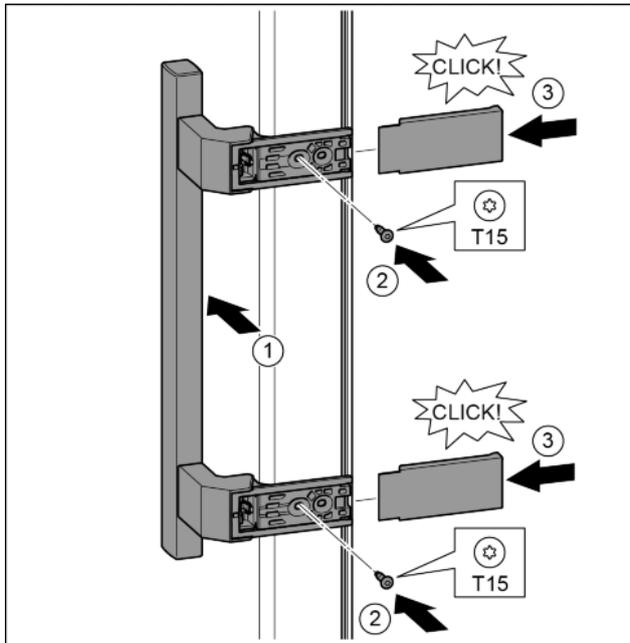

Fig. 18
- ▶ Установить ручку на противоположной стороне. Fig. 18 (1)
- ▶ Затянуть винты отверткой T15. Fig. 18 (2)
- ▶ Установить крышки сбоку и надвинуть. Fig. 18 (3)